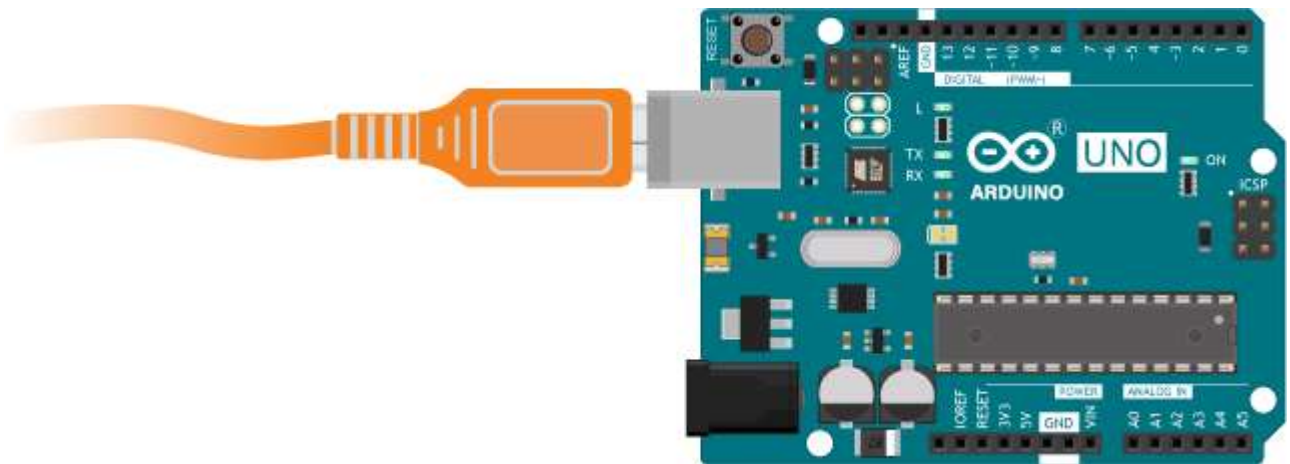

Рис.3.25 – Схема підключення плати керування Arduino Uno до ПК.
3. Підключити плату керування Arduino Uno до ПК, (рис.3.25).